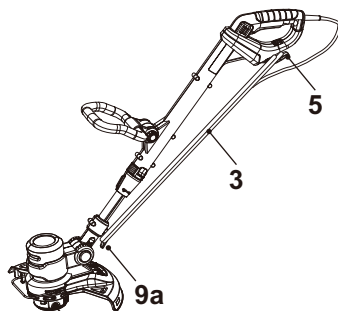

Fig. 28
5. Enrole o cabo de alimentação (3) ou o cabo de extensão nos dois recipientes do cabo (5, 9a) e fixe-o com um clipe para cabo adequado (Fig. 28).